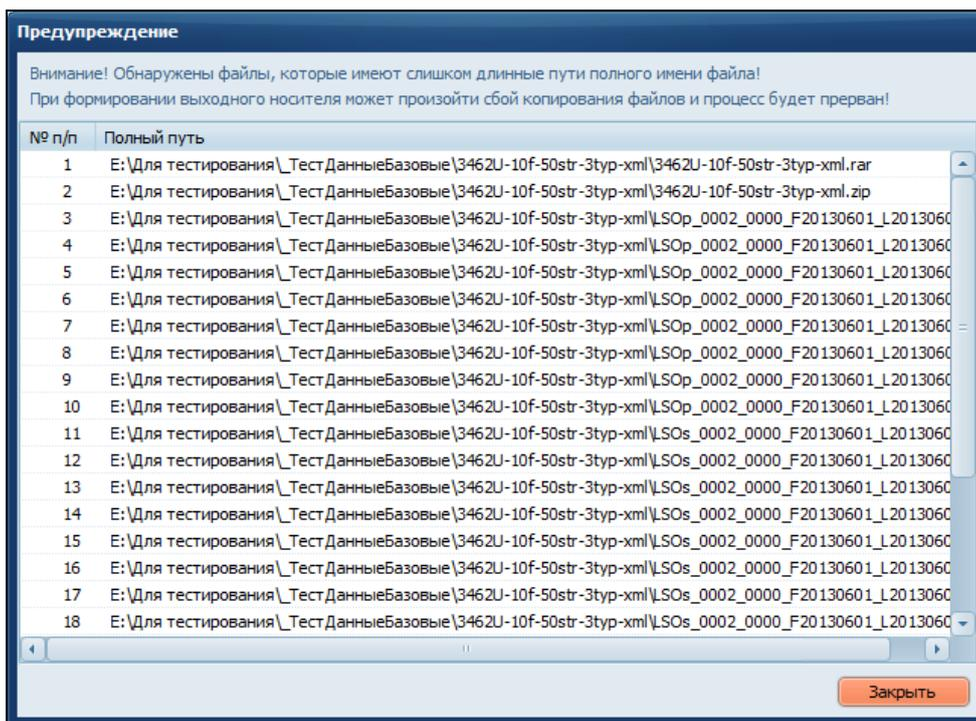

Рисунок 22 – Предупреждение о длинных путях полных имен файлов
**Внимание!** Во избежание возникновения сбоя копирования файлов электронной информации при создании носителя (п. 3.5.2 «Создание носителей») необходимо обеспечить как можно более короткие пути полных имен данных файлов. В случае превышения рекомендуемого значения длины полных имен файлов электронной информации МоКод ПЛ выдаст соответствующее предупреждение (Рисунок 22).